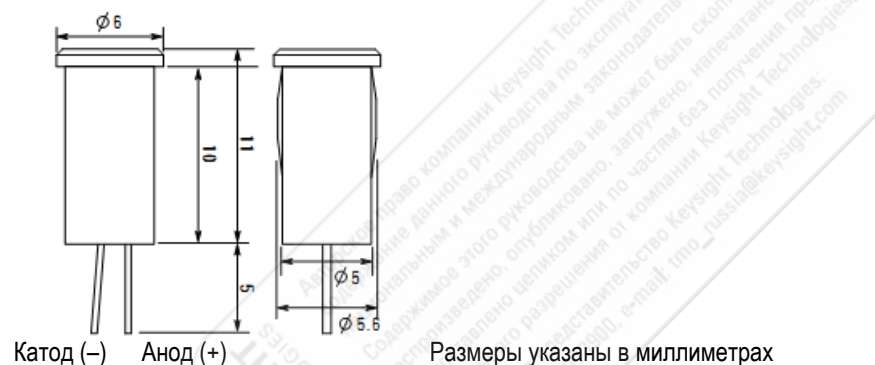

Рис. 2-3 Размеры светодиода (номер изделия Keysight: 1450-0641)
2. Смонтируйте светодиод на экранирующей коробке. Размеры светодиода указаны на рис. 2-3.